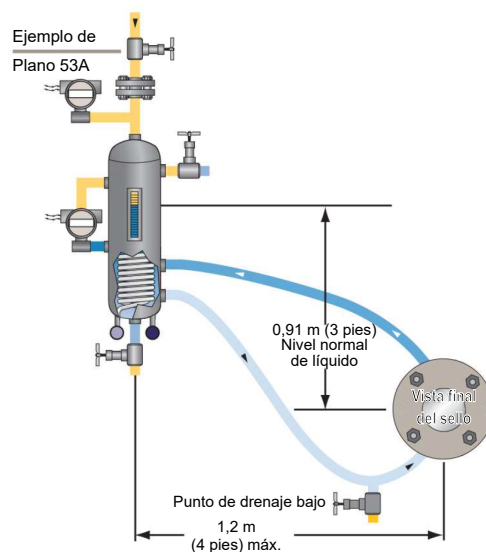

Figura 9: Ejemplo de dimensiones de montaje del Plano 53A de tuberías
- Generalmente, el depósito se debe montar de forma que el nivel normal del líquido (NLL) esté a un mínimo de 0,9 m (3 pies) por encima de la línea central del sello, y la línea central del depósito esté a un máximo de 1,2 m (4 pies) horizontalmente desde la línea central de la bomba, como se muestra en la Figura 9.